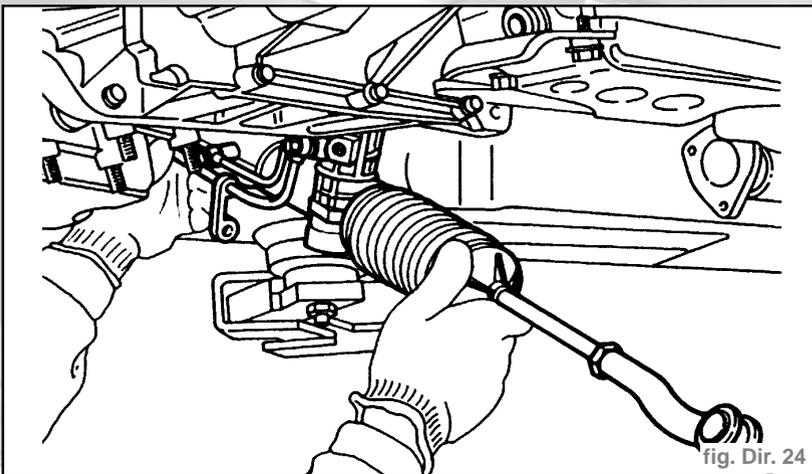

fig. Dir. 24
- Dégager le boîtier de direction assistée du côté inférieur du véhicule (fig. Dir. 24).